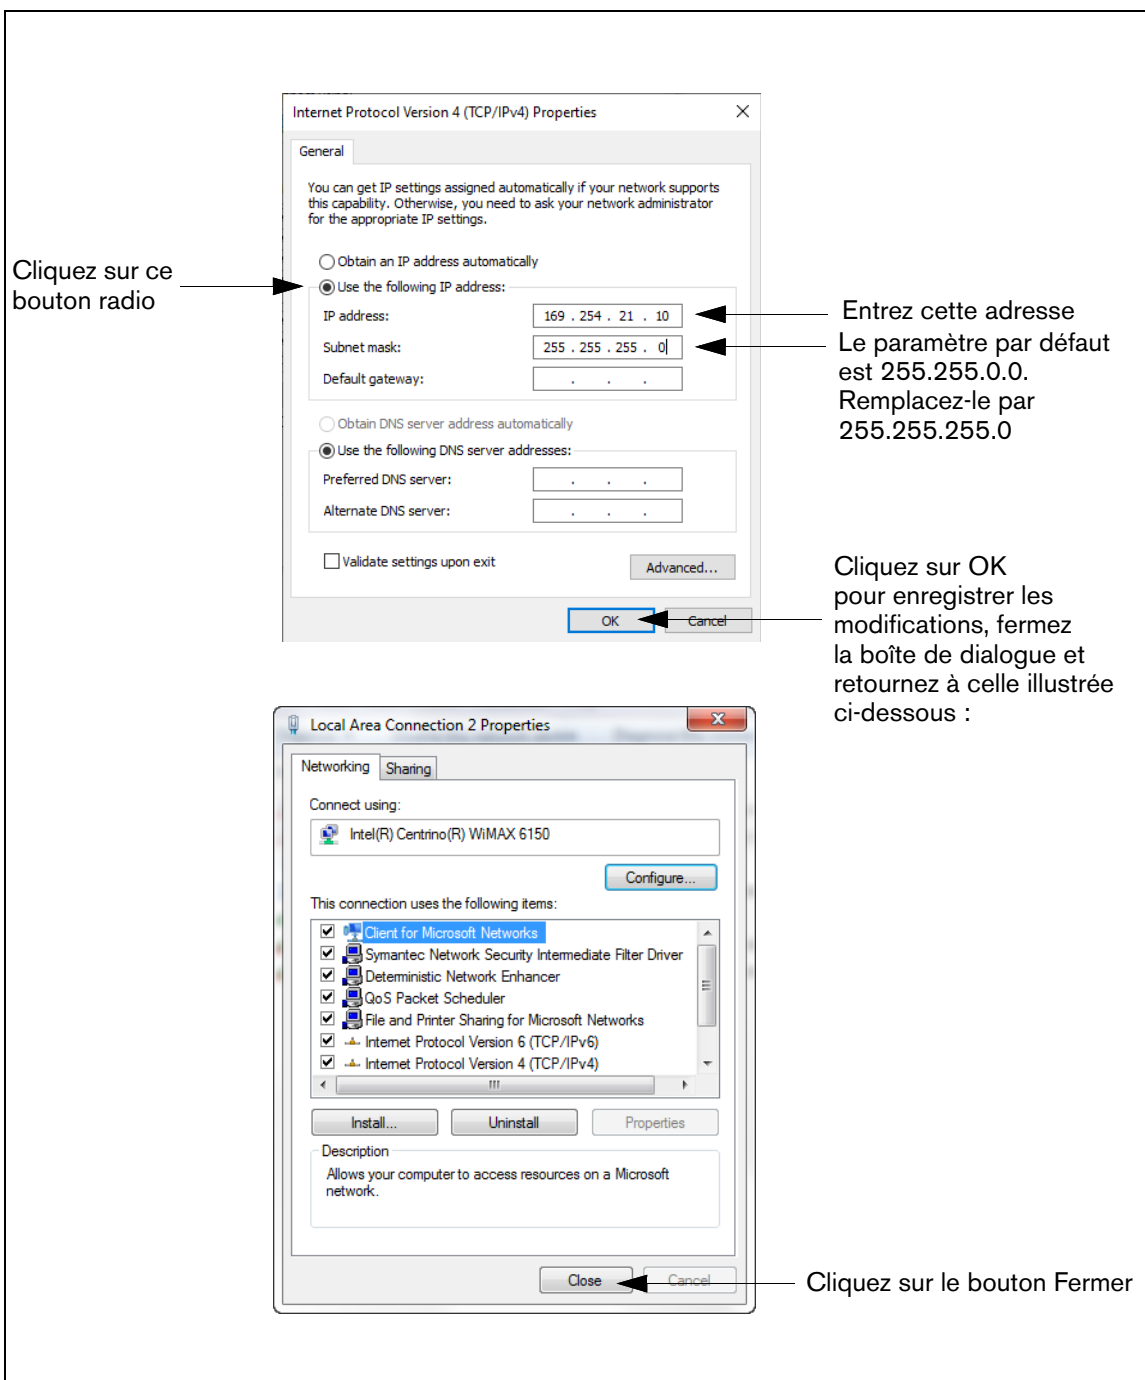

Figure B-3. Sélections de la boîte de dialogue des propriétés du protocole Internet version 4 (TCP/IPv4)
5. Lorsque la boîte de dialogue des propriétés du protocole Internet version 4 (TCP/IPv4) apparaît, procédez aux sélections illustrée à la Figure B-3.